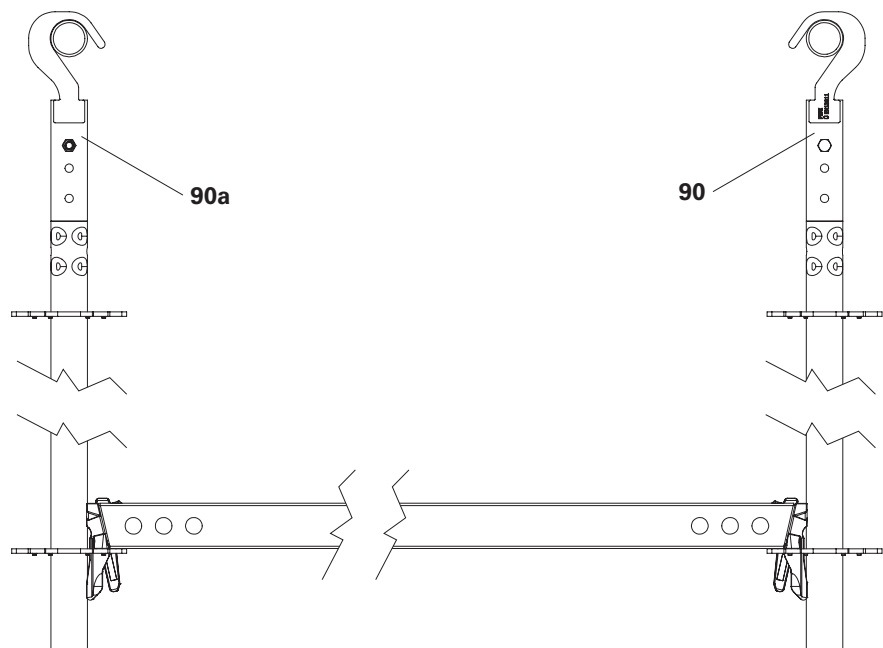

Fig. A11.02
2. Montaggio adattatore UEH (90) come descritto in Adattatore impalcatura sospesa UEH.
3. Montare l'adattatore sul lato opposto UEH (90a) ruotato di 180°. Le aperture dei ganci non devono essere rivolte nella stessa direzione. (vedere fig. A11.02)